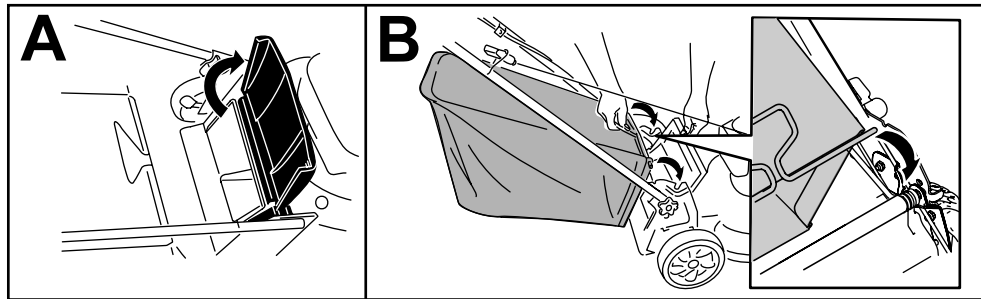

Figura 15
1. Levante y sujete el deflector trasero (Figura 15, A).
2. Instale el recogedor, asegurándose de que los pasadores de la bolsa descansan en las muescas del soporte del manillar (Figura 15, B).